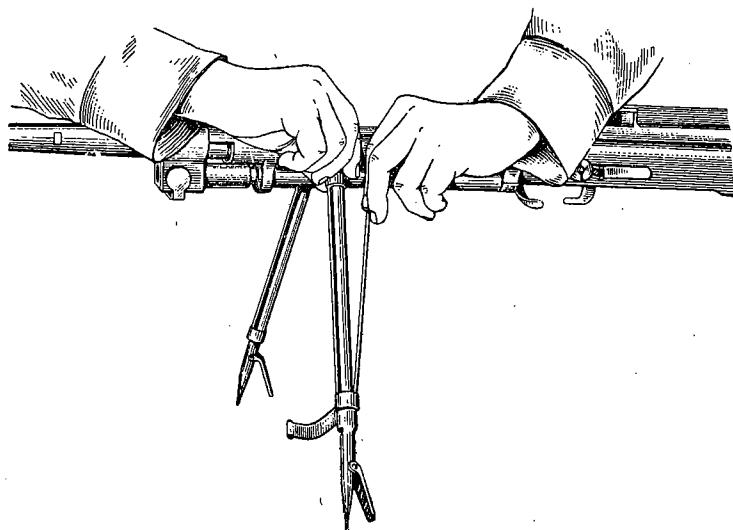

Рис. 43. Отделение звеньев шомпола от ног сошки
3. Снять с ног сошки звенья шомпола: указательным или большим пальцем правой руки утопить гнеток муфты и передвинуть муфту вверх до отказа; левой рукой снять звенья шомпола (рис. 43).